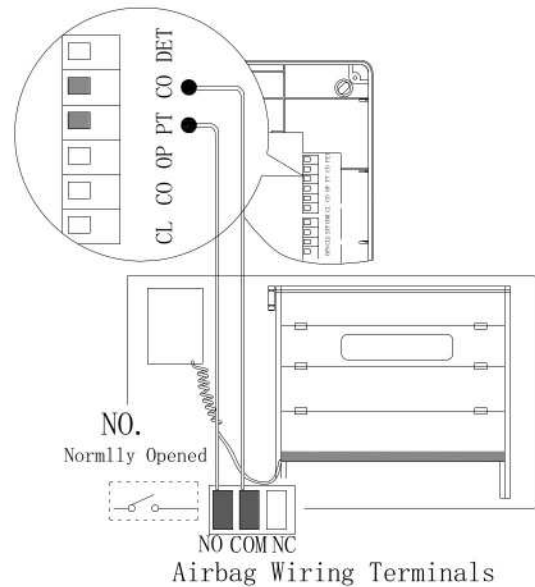

Fig.4
B. Conexión de Banda de Seguridad (Opcional): la Conexión deberá Ir entre la Terminal “PT” y “CO” de la Tableta Electrónica con Contacto Normalmente Abierto. (Fig.4)